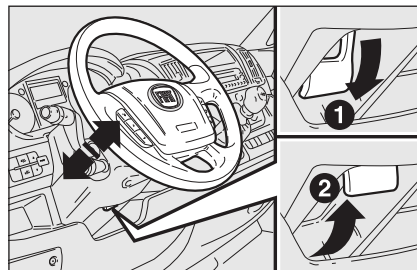

fig. 37
- débloquer le levier **A**-fig. 37 en le tirant vers le volant (position 2).